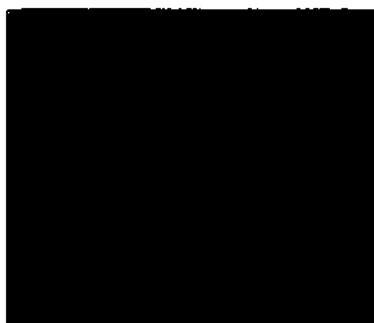

Рисунок 5.42 Введение и начальное расположение системы доставки лазерного луча.
- Повторяйте процедуру, как показано на Рис. 5.42 до тех пор, пока не будет достигнут вход в вагинальный канал.